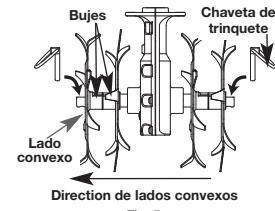

Fig. 5
- Quite el pasador de trinquete de cada uno de los extremos del eje de los dientes. Saque los dientes deslizándolos del eje (Fig. 5).
- Coloque los dientes nuevos deslizándolos en su lugar con los núcleos mirando uno hacia el otro (Fig. 5).